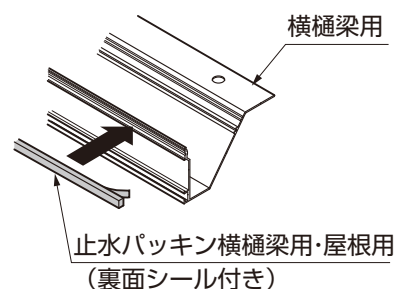

図13-4 止水パッキン横樋梁用・屋根用の貼付け
- ②横樋梁用の外側の縦面に止水パッキン横樋梁用・屋根用の裏面シールをはがし、貼付けてください。(図13-4参照)